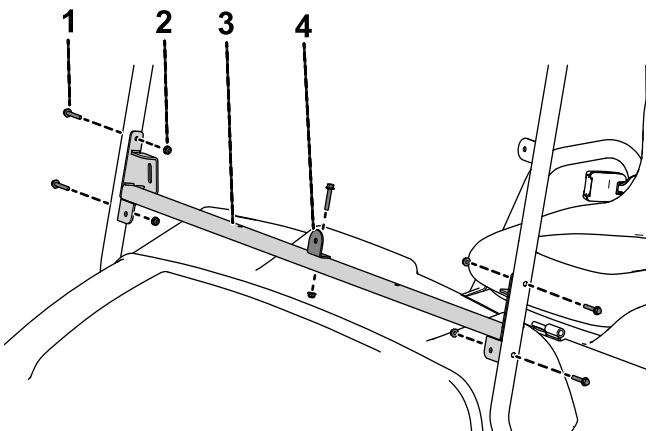

Figure 61
1. Avec 1 boulon à embase hexagonale (1/4" x 1 1/2") et 1 écrou (1/4"), fixez la patte de fixation du pare-brise au support principal (Figure 61).
2. Avec 4 boulons à embase hexagonale (1/4" x 1 1/2") et 4 écrous (1/4"), fixez le support principal de pare-brise aux supports gauche et droit (Figure 61).